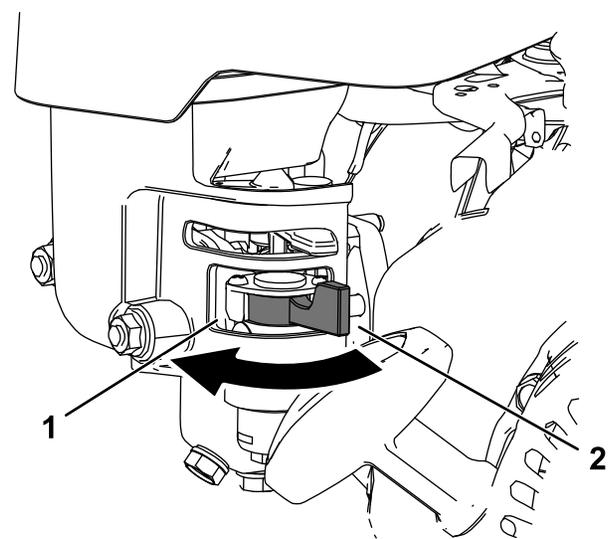

图 22
- 要打开燃油阀，请将燃油切断控制杆转向反冲启动手柄（图 22）。
- 要关闭燃油阀，请将燃油切断控制杆转离反冲启动手柄（图 22）。